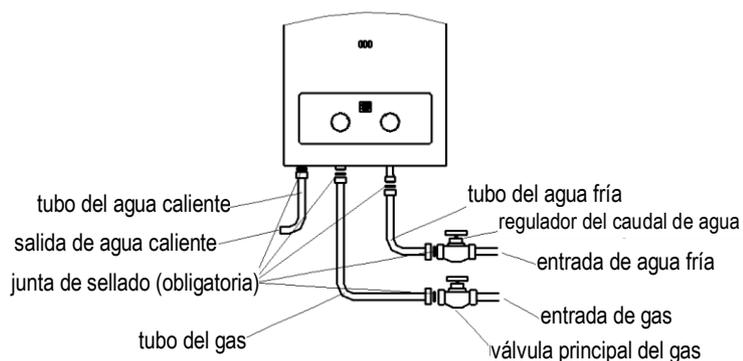

Fig. 7
- Se recomienda el uso del tubo suministrado, o puede usar una tubería rígida como conexión del agua fría. Debe instalarse una válvula de agua antes del grifo de entrada (Fig. 7).